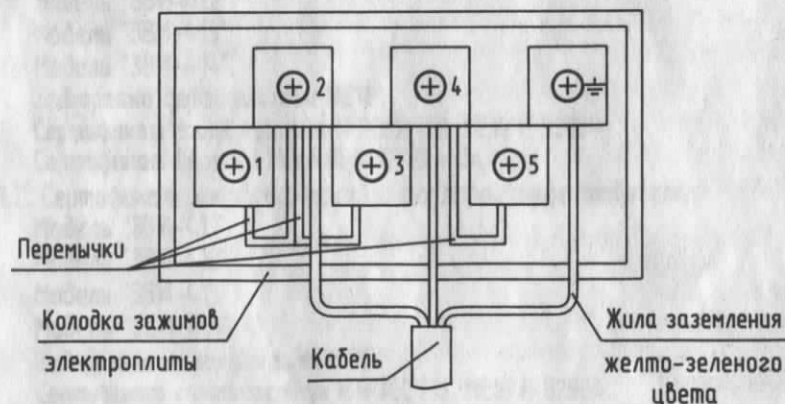

Рис. 12
9.4. Схема подключения кабеля с двухполюсной вилкой с заземляющим контактом к электроплите показана на рис. 12 (схема дана для справок).